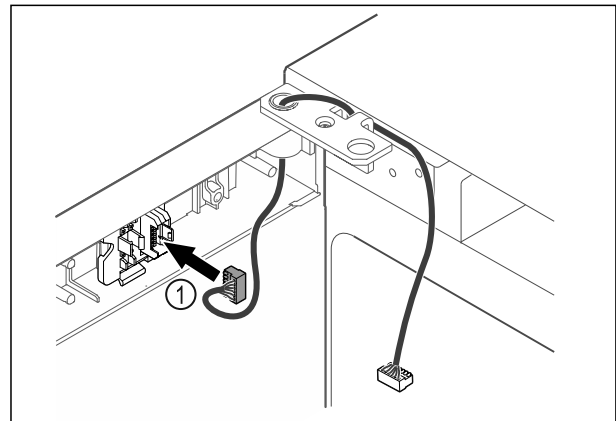

Fig. 63
- Insérer le connecteur Fig. 63 (1) dans le support.